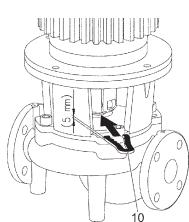

Fig. 13: Placering av montagegaffel
10. Skjut in montagegaffeln (Fig. 13, pos. 10) mellan lanternan och kopplingen. Montagegaffeln ska passa in utan spel.
11. Dra först åt kopplingsskruvarna (Fig. I/II/III/IV/V, pos. 1.41) lätt tills kopplingshalvorna ligger mot balanseringsbrickorna.
7. Demontera kopplingsskydd (Fig. I/II/III/IV/V, pos. 1.32) med lämpligt verktyg (t.ex. skruvdragare).
8. Demontera kopplingen (Fig. I/II/III/IV/V, pos. 1.5).
9. Lossa motorns fästsksruvar (Fig. I/II/III/IV/V, pos. 5) från motorflänsen och lyft upp motorn från pumpen med ett lämpligt lyftdon.
13. Skjut in montagegaffeln (Fig. 13, pos. 10) mellan lanternan och kopplingen. Montagegaffeln ska passa in utan spel.